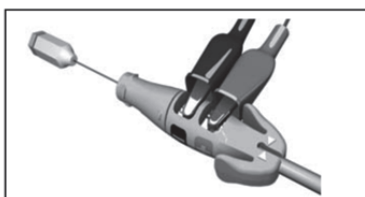

図7: PSAのケーブルのコネクタツールへの接続
- (1) リードの電気的特性の確認は、PSAを用いて、リードを「自動植込み型除細動器」、「デュアルチャンバ自動植込み型除細動器」、「除細動機能付植込み型両心室ペーシングパルスジェネレータ」(本品に含まれない。以下、「植込み型除細動器」という。)に接続する前に行う。
- (2) リードをPSAに接続する。PSAのケーブルのワニ口クリップをコネクタツールのスプリング接点(－)とスプリング接点(＋)にしっかり接続する(図7)。コネクタツールの使用により、ワニ口クリップによるターミナル部の損傷、及びターミナル接続部の橋絡を防止することができる。